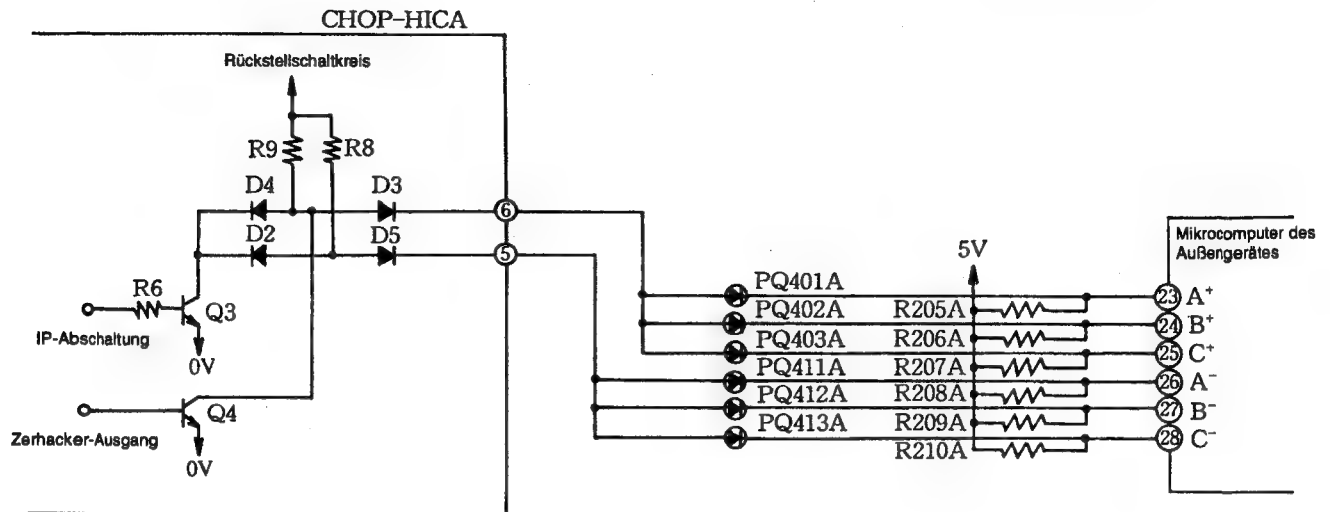

Abb. 10-1 Auslösesignal-Synthesierschaltkreis
- Abb. 10-1 zeigt den Auslösesignal-Synthesierschaltkreis. Dieser Schaltkreis verwendet die Treibersignale der Transistoren des oberen und unteren Arms, um das Zerrhackersignal zu modulieren oder das Treibersignal zu stoppen, abhängig von dem Vorhandensein oder der Abwesenheit des Ip-Abschaltsignals und des Rückstellsignals.